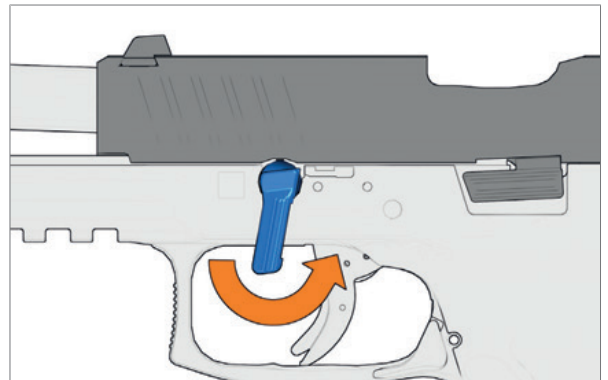

Abb. 58: Demontagehebel gegen den Uhrzeigersinn drehen
7. Demontagehebel bis zum Anschlag gegen den Uhrzeigersinn drehen (Abb. 58).